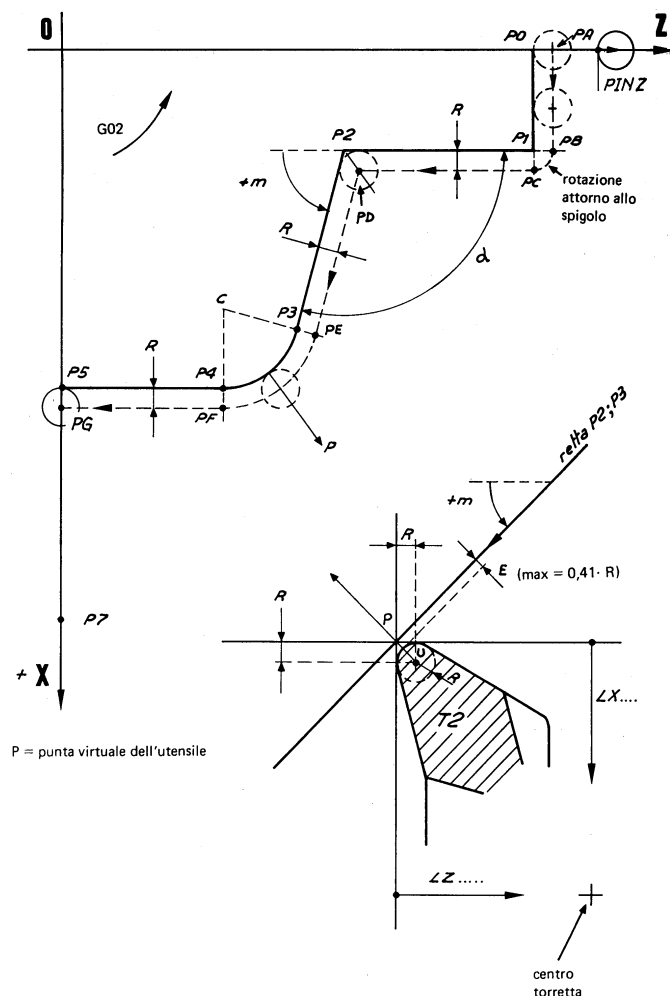

FIG.10-1
Consideriamo ad esempio il caso di **FIG. 10-1** nella quale si vede un profilo  $P0$  -:-  $P5$  ed un utensile con la sua "punta virtuale  $P$ ", il raggio  $R$  ed il centro del raggio inserto  $U$ .
Il particolare di **FIG.10-1** evidenzia che, mentre si percorre (ad esempio) il tratto P2-P3 che ha pendenza "m", la "punta virtuale p" è esattamente sulla retta P2-P3 programmata, ma il tagliente è spostato di una quantità **E**.
1. Programmare la contornatura del profilo con **Compensazione Vettoriale** del raggio utensile. In questo caso si programmano direttamente i punti del profilo voluto (nell'esempio di **FIG.10-1**: P0, P1, P2 etc. 1) il CNC sviluppa tutti i calcoli per tenere conto automaticamente del raggio dell'utensile.
Con la **Compensazione Vettoriale** attiva il CNC, dai punti di un profilo (P0, P1, ..., P5 nell'esempio di **FIG.10-1**), genera infatti automaticamente un nuovo profilo che tiene conto del raggio utensile.
In particolare vengono risolti automaticamente gli spigoli. Ad esempio l'arco di cerchio PB-PC di **FIG.10-1** è inserito automaticamente tra le due interpolazioni lineari (G01) corrispondenti ai tratti P0-P1 a P1-P2. Affinché il CNC compensi vettorialmente il raggio utensile è però necessario fornire alcune informazioni supplementari.
Nel caso di **FIG.10-1** sarebbe l'orientamento della retta: **P → U**